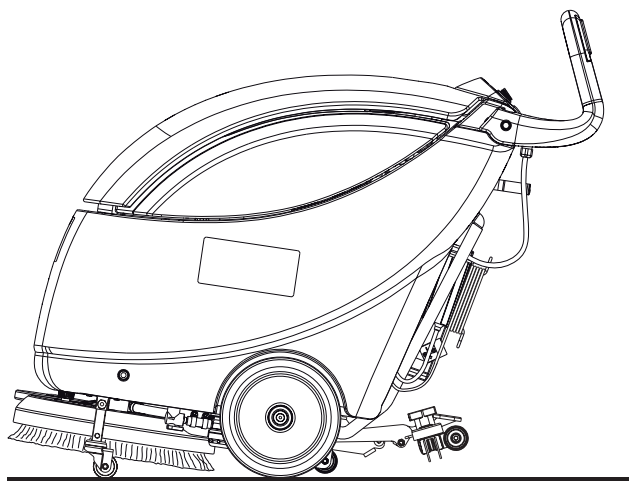

Figure 5
8. Relâcher les boutons-poussoirs de rotation de la brosse (61).
9. Pousser l'interrupteur (63) en position « 0 » pour arrêter le moteur d'aspiration.
10. Pousser l'interrupteur (62) en position « 0 » pour arrêter le moteur de la brosse.
11. Actionner la goupille de positionnement (24), puis activer le dispositif de transport / stationnement (23a) de la machine pour soulever la brosse / plateau support disque (voir la Figure 5).
- Arrêter la machine en portant les interrupteurs (62) et (63) sur « 0 ».
- Soulever l'embouchure (59).
- Actionner la goupille de positionnement (24), puis activer le dispositif de transport / stationnement (23a) de la machine pour maintenir la brosse / plateau support disque soulevé (Figure 5).
- Le travail effectué, afin de ne pas entraîner la brosse / disque sur le sol et de ne pas laisser des traces mouillées, déposer la brosse / disque de la tête en suivant la procédure de décrochage (voir la procédure suivante) et puis l'appuyer sur le support avant (43).